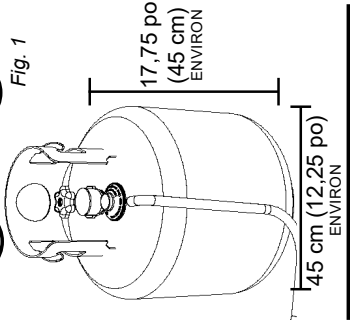

Fig. 2
- Vérifiez si la tige d'allumage est correctement espacée et alignée sur le brûleur. La tige d'allumage devrait se trouver à environ 1/4 po du brûleur et être alignée sur le haut du port d'un brûleur (Fig. 2).